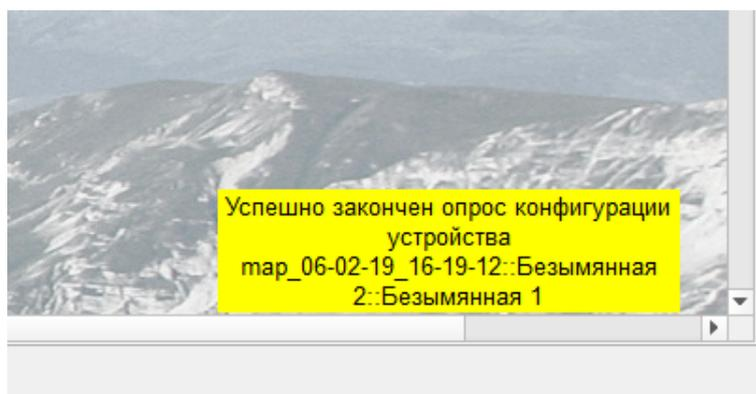

Рис. 37
4.1.6.5. Пример всплывающих сообщений приведен на рис. 37.